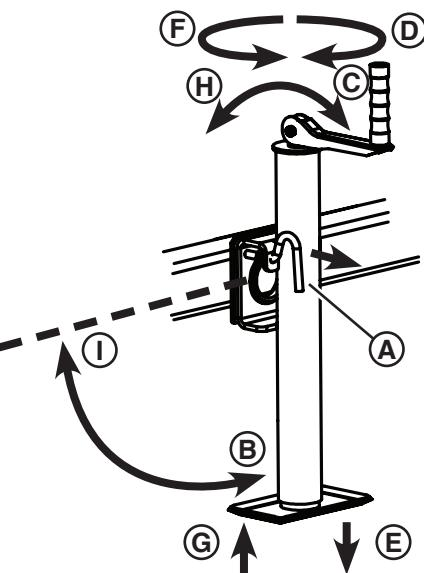

Figura 6
1. Tire de la palanca de bloqueo (**A**, Figura 6), gire el gato de la lengua a la posición de funcionamiento (**B**), y suelte la palanca de bloqueo. Asegúrese de que la palanca de bloqueo se enganche en el orificio de bloqueo y quede fija.
## 2. Despliegue la manivela (C, Figura 6).
- Gire la manivela del gato en el sentido horario (D, Figura 6) para bajar la pata del gato (E) y elevar la parte delantera del remolque de la torre de iluminación.
- Gire la manivela del gato en el sentido antihorario (F, Figura 6) para elevar la pata del gato (G) y bajar la parte delantera del remolque de la torre de iluminación.
- Pliegue la manivela (H, Figura 6).
- Tire de la palanca de bloqueo (A, Figura 6), gire el gato de la lengua a la posición de transporte (I), y suelte la palanca de bloqueo. Asegúrese de que la palanca de bloqueo se enganche en el orificio de bloqueo y quede fija.